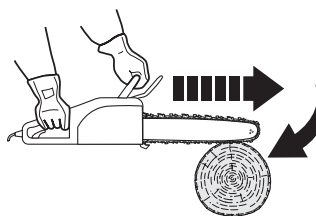

Fig. 25
- > Si la chaîne [3] est pincée au niveau du bord inférieur du guide-chaîne [4], l'appareil peut être projeté brutalement vers l'avant (Fig. 25).